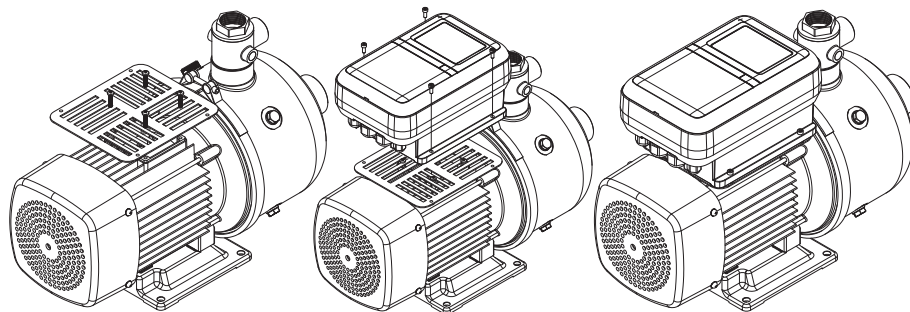

Рисунок 6 – Установка FCP 2.2S на насос
- 1 Закрепите монтажную пластину на двигателе насоса с помощью четырёх винтов (см. рисунок 6).